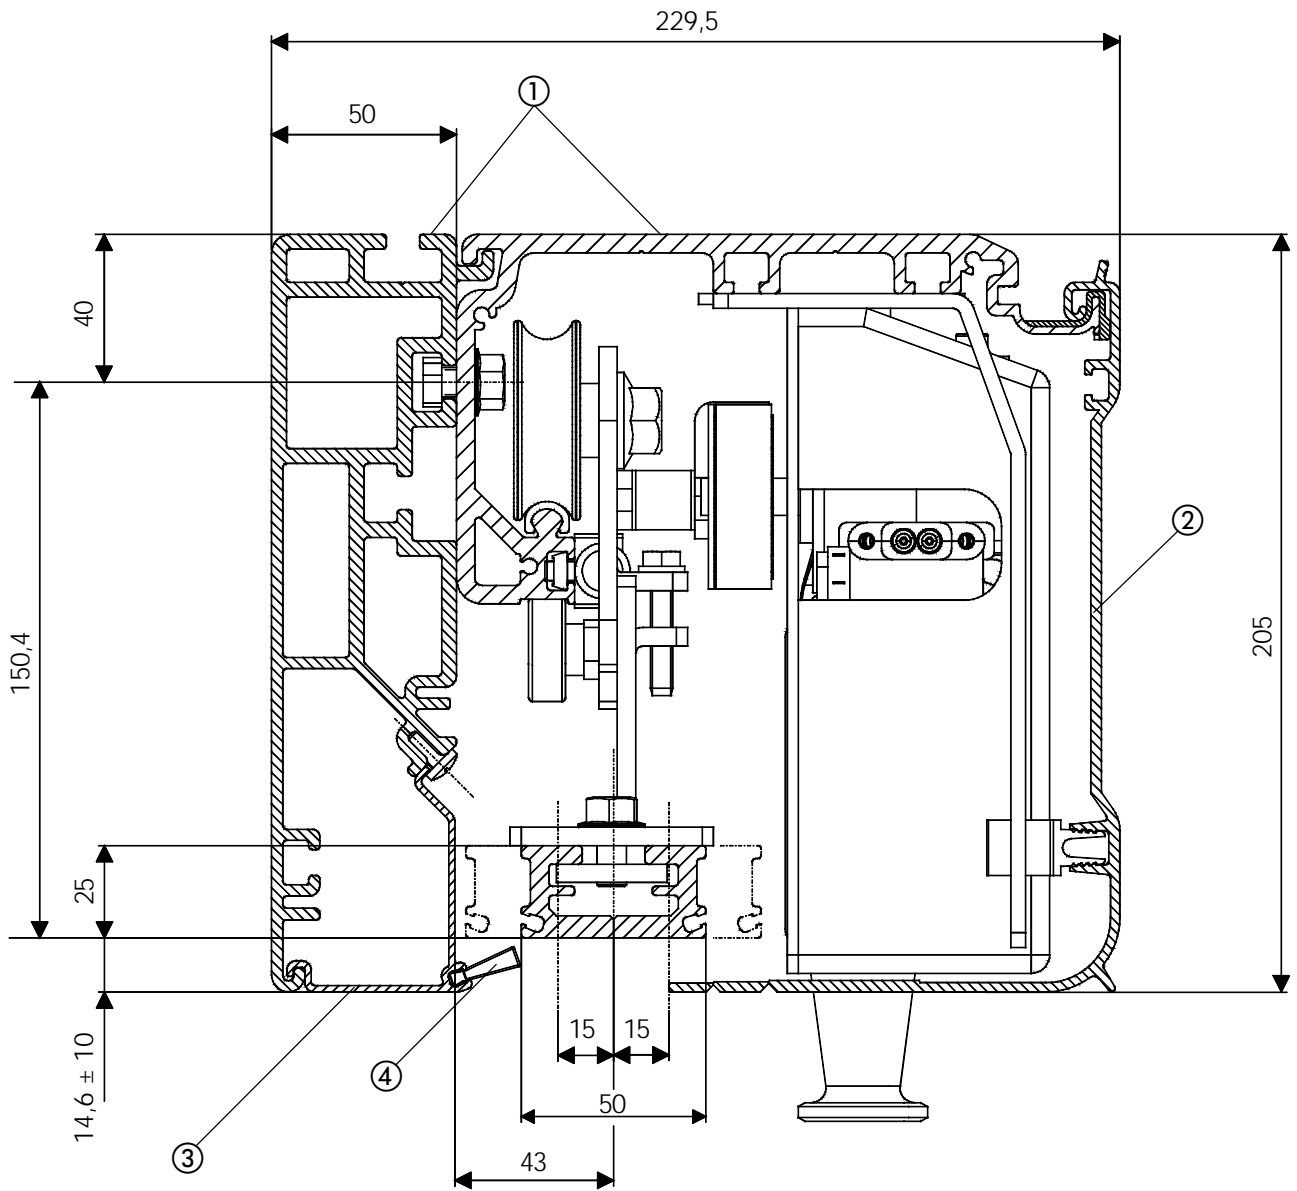

Fig. 2
Profiel SM (fig. 2 ref. ①)
Frontale kap (fig. 2 en 3 ref. ②)
Borstel voor sluitprofielen (fig. 2 en 3 ref. ④)